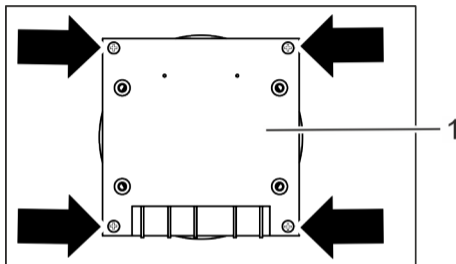

Fig. 7: Montar el actuador (receptor)
1. Coloque el actuador (receptor) (Fig. 7/1) en la placa de montaje de la caldera.
2. Apriete los 4 tornillos del actuador (receptor) (Fig. 7).